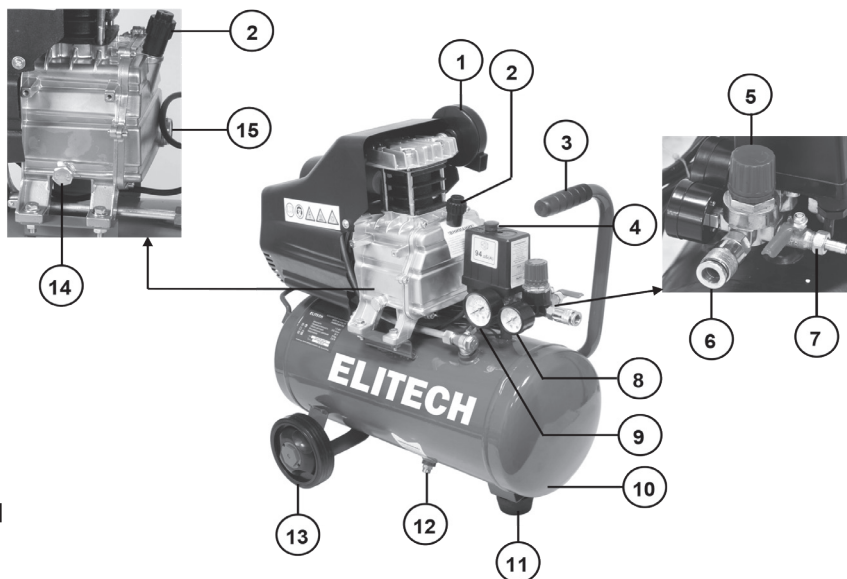

Рис. 1
Давление в ресивере можно проверить по показаниям манометра 7 (рис. 1). Максимальное давление в ресивере 8 бар.
Давление на выходе регулируется ручкой редуктора 5 (рис. 1). Вращая ручку редуктора по часовой стрелке, давление на выходе увеличивается, против – уменьшается (рис.5).
Для визуального контроля давления на выходе используется манометр 8 (рис.1).
1. Выключить компрессор с помощью кнопки реле давления 4 (рис. 1).